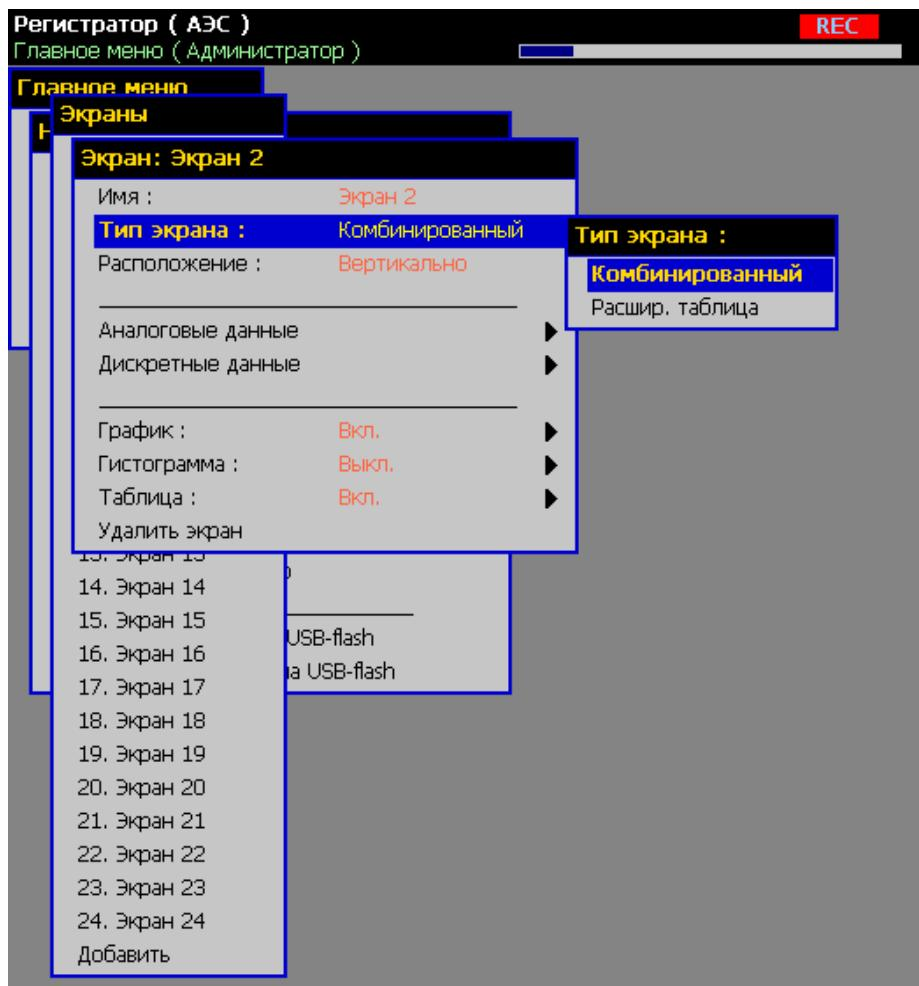

Рисунок 2.41
**«Тип экрана»** - способ формирования и отображения данных на экране. Параметр может принимать значения **«Комбинированный»** (см. рисунок 2.41), **«Расшир. таблица»** (см. рисунок 2.41а) и **«Мнемосхема»** (см. рисунок 2.41б).
Рисунок 2.41а
Рисунок 2.41б
При заданном типе экрана «Мнемосхема» (рисунок 2.41б) выберите пункт меню «Редактировать экран». Если экран создан впервые, то отобразится пустое поле, закрашенное штриховкой и панель инструментов снизу экрана. При редактировании этого типа экрана всплывающие подсказки помогают выполнять нужные действия. Подсказки можно отключить, выбрав соответствующий пункт на панели инструментов.